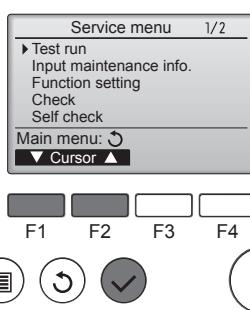

Fig. 7-3
③ С помощью кнопок [F1] или [F2] выберите пункт "Test run" (Тестовый прогон) и нажмите кнопку ⌂. (Fig. 7-3)